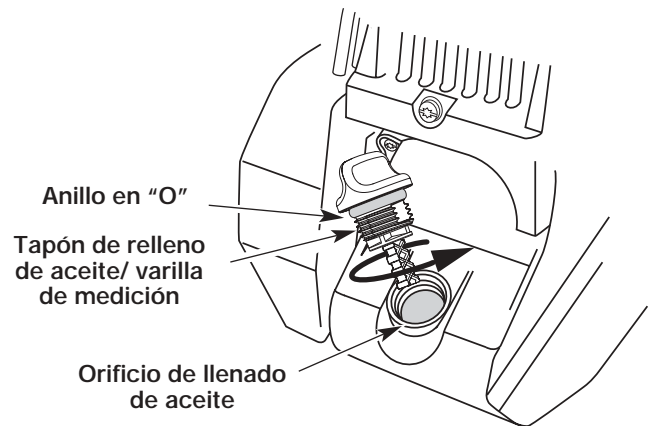

Figure 17
3. Saque el tapón de aceite/ varilla de medición del cigüeñal (Fig. 17).